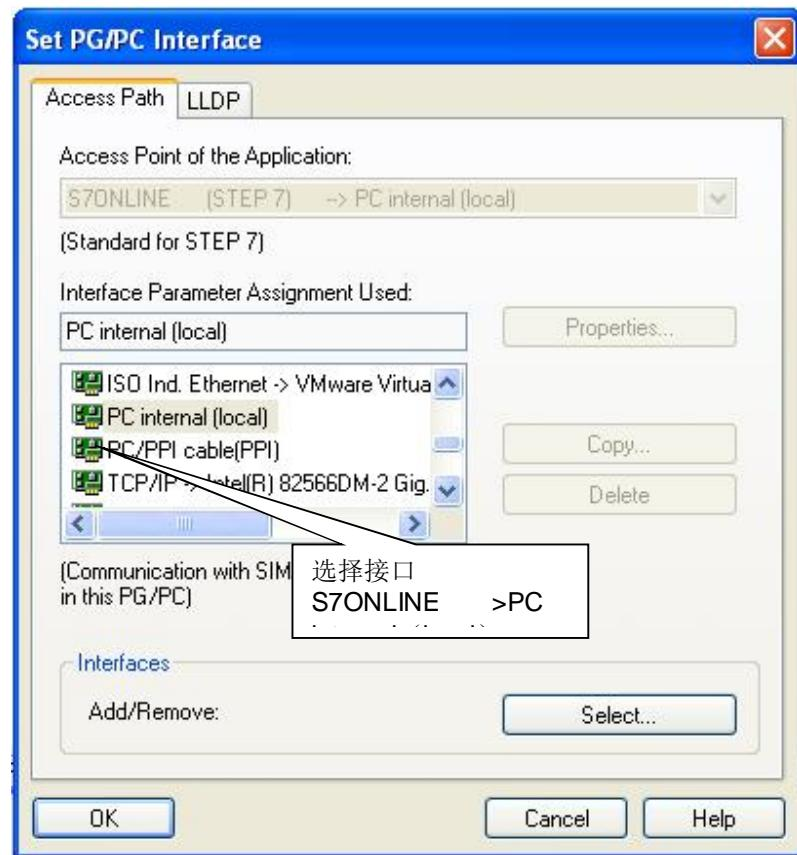

图 13 设置 PG/PC 接口
① 首先设置 PG/PC 接口，在 STEP7 软件中，通过“ Options” >“ Set PG/PC Interface” 进入设置界面，如图 13 所示。